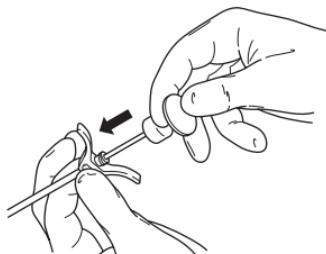

Figura 5 - Injecte o material de aumento ósseo utilizando o obturador de cimento
5. Sob orientação fluoroscópica, injecte o material de aumento ósseo utilizando o obturador de cimento (figura 5).